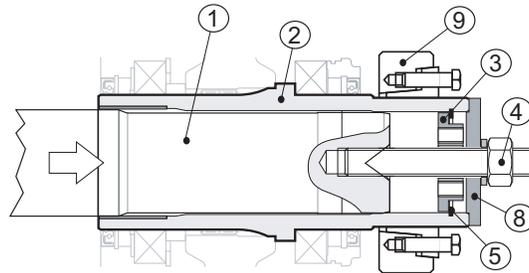

Fig. 24
Ensuite, insérez dans leur logements premièrement le fond (pos. 3), puis le Seeger pour intérieur (pos. 5) et le fond (pos. 8), à ce stade, visser l'écrou de la barre filetée amène les deux arbres en butée les uns avec les autres (voir Fig. 24 (p. 30)).